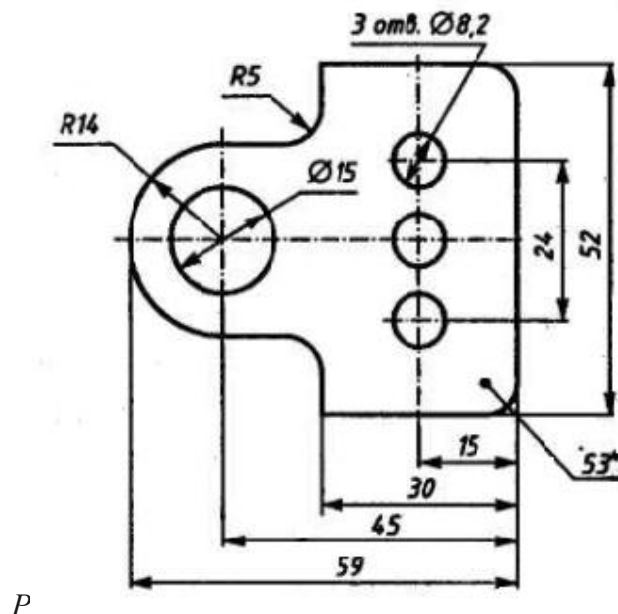

Рисунок 41 – Эскиз детали подвески
1. Построить деталь подвески по заданным размерам с использованием сопряжений, рис.41.